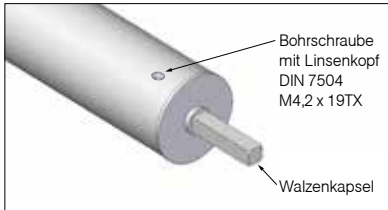

Abb. 24
- » Walzenkapseln mit Schraube M 4,2x19 in der Welle befestigen (Abb. 24).